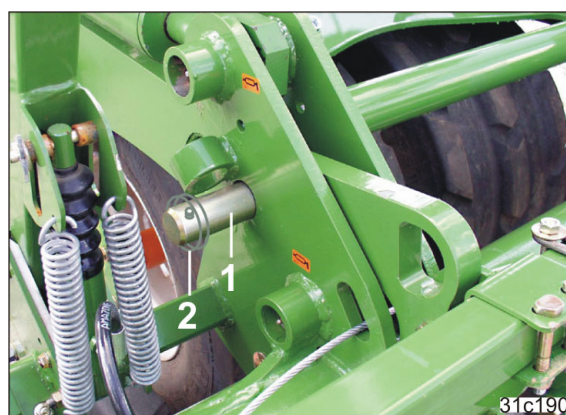

Fig. 228
3. Den Bolzen (Fig. 228/1) in der Bohrung abstecken und mit einem Rohrklappstecker (Fig. 228/2) sichern.